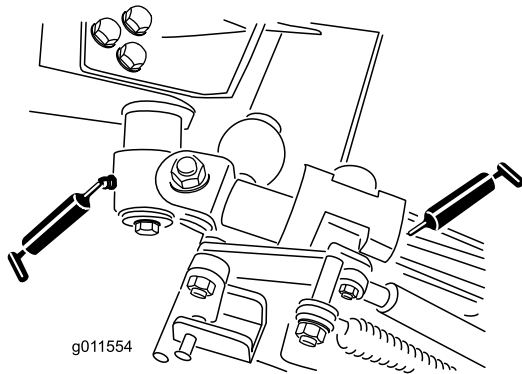

Figure 50
- 2 bagues de pivot d'axe coudé (Figure 50)
- 4 bagues de bras arrière (Figure 50)